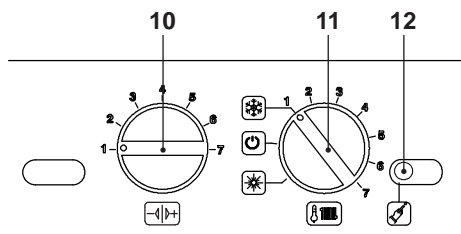
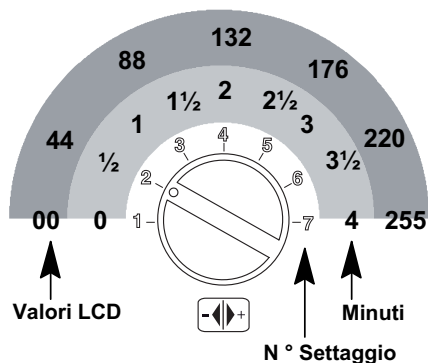

Figura 5.80
Figura 5.84
- Prima di alimentare elettricamente la caldaia posizionare le manopole 10 e 11 come indicato in Figura 5.80.
- Per settare il tempo di postcircolazione della pompa bisogna entrare nella programmazione premendo per 15 secondi il pulsante di ripristino 12, in Figura 5.80 fino alla comparsa del parametro **P01** sul display LCD; sul display LCD compare la seguente visualizzazione (la sequenza **P01** si alterna -- -- --).
Premere il pulsante di ripristino 12 in Figura 5.80 per lo scorrimento dei vari parametri sino al raggiungimento del parametro **P11** valido per il settaggio postcircolazione della pompa; sul display LCD compare la seguente visualizzazione (la sequenza **P11** si alterna 44).
Per cambiare il settaggio ruotare la manopola di regolazione temperatura sanitari 10 in Figura 5.80 e posizionarla sul tempo prescelto Figura 5.84.
Il passo del settaggio della manopola 10 Figura 5.84 corrisponde a un valore letto sul display LCD di circa 44 (40 secondi) e questo valore può essere variato fino a circa 255 (4 minuti); nell'LCD la sequenza P11 si alterna con 60.